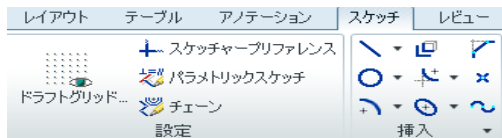
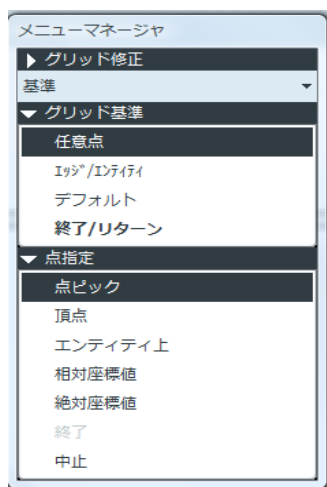

図 12-7 ドラフトグリッド作成
図 12-8 グリッド基準を点指定
- 1) シートにグリッドを配置する。スケッチのドラフト グリッドを選ぶ (図 12-7) に示す。グリッド修正メニューの基準をクリックすると基準メニューから点指定の点ピックに「頂点」を選択する (図 12-8) に示す。A3 シートの右下のコーナーをクリックする。次に、「終了/リターン」をクリックして、「パラメータ」を選ぶ